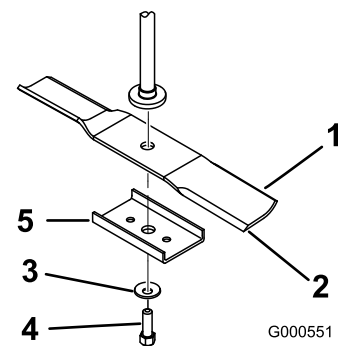
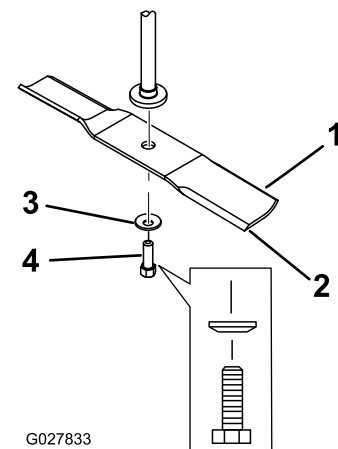

Bild 60
Bild 61
2. Nehmen Sie die Messerverstärkung (nur 81-cm-Mähwerke), die Messerschraube, Wellenscheibe und das Messer von der Spindelwelle ab (Bild 60 und Bild 61).
1. Setzen Sie das Messer auf die Spindelwelle (Bild 61).
2. Montieren Sie die Messerverstärkung (nur 81-cm-Mähwerke), die Wellenscheibe (Schalenseite zum Messer) und die Messerschraube (Bild 61).